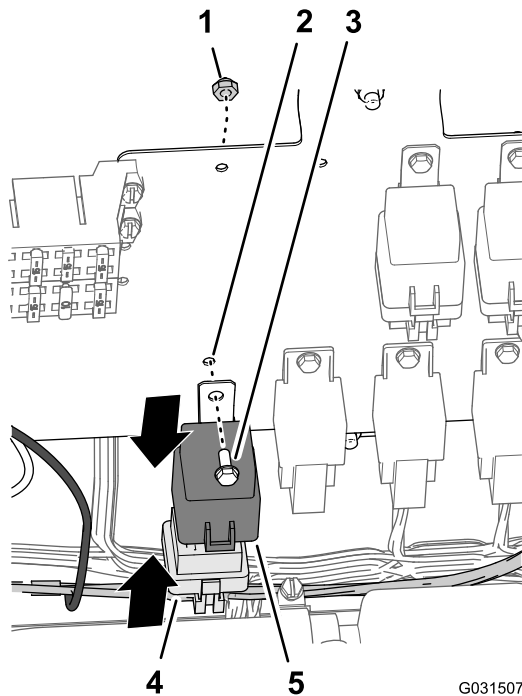

Рисунок 201
1. В ответвлении длиной 197 см для двигательного отсека, отходящем от жгута проводов, совместите реле с 5-гнездовым разъемом жгута проводов для доводочного комплекта (Рисунок 201).
2. Вставьте штыри реле в гнезда разъема (Рисунок 201).
3. Совместите отверстие в монтажном выступе реле с отверстием в панели электропроводов (Рисунок 201).
4. Прикрепите реле к панели (Рисунок 201) при помощи болта с фланцевой головкой (№ 10 x ½ дюйма) и контргайки (№ 10).